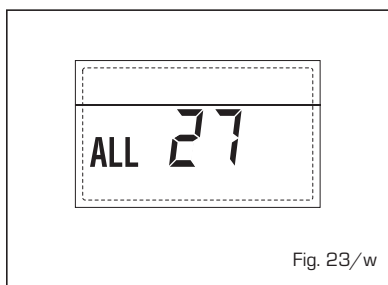

Fig. 23/w
- **ANOMALÍA NÚMERO TARJETAS CONECTADAS "ALL 29"** (fig. 23/y)